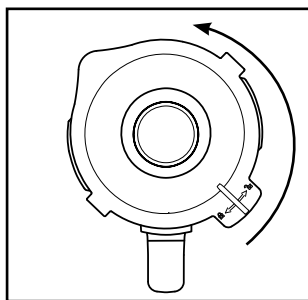

Fig. 1
- 1) Levante o copo misturador ❸ a direito, retirando-o do bloco do motor ❶.
- 2) Remova a tampa ❷, rodando-a para a esquerda na direcção da posição ↺ (ver fig. 1), até a conseguir puxar para cima.
- 3) Encha o copo misturador ❸ no mínimo até ao traço inferior da escala ❹ e no máximo até à marca MAX. Para resultados ideais, recomendamos as seguintes quantidades máximas de enchimento: